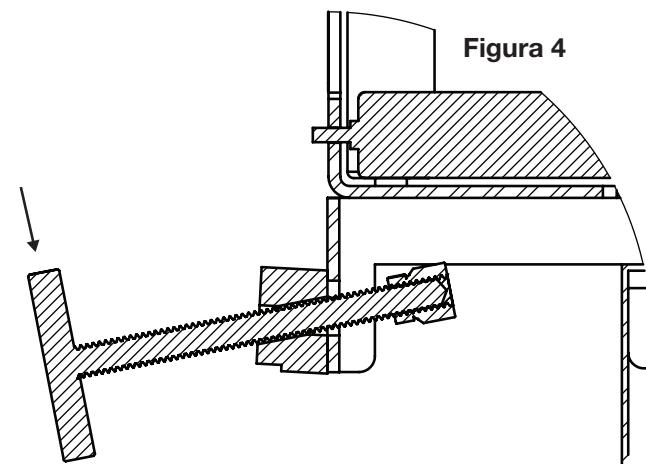
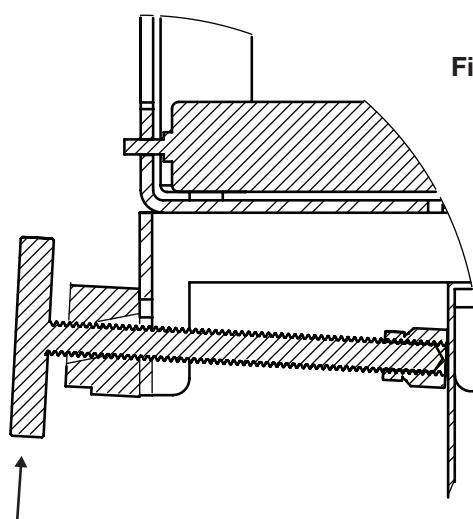

Figura 4
Figura 5
- Para fijar el enrollador en la bandeja de cables, incline la manija como se muestra en la Figura 4 y empuje la manija hasta que su almohadilla entre en contacto con la red de la viga de la bandeja. A continuación, incline el asa en la orientación original, como se ve en la Figura 5, y gire el mango en el sentido de las agujas del reloj hasta que quede apretado.
- Para quitar el enrollador del cable, gire la manija en sentido contrario a las agujas del reloj para aflojarla y, a continuación, incline la manija (como se muestra en la Figura 4) para extraerla. El enrollador ahora puede retirarse de la bandeja de cables.